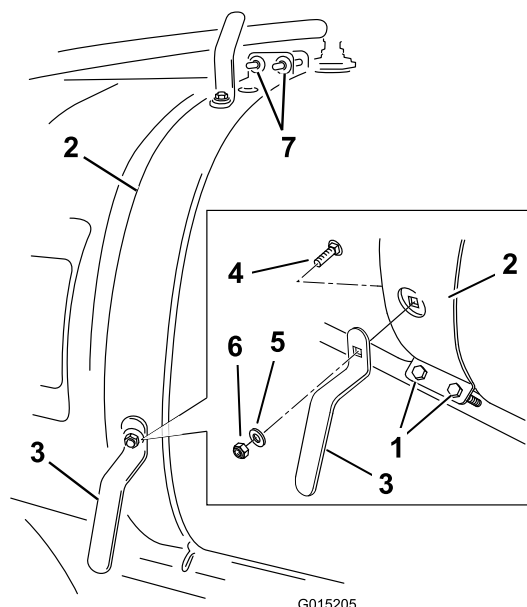

Figura 3
1. Allentate la fascetta frontale del serbatoio sul lato destro (Figura 3).
2. Montate il gancio inferiore del flessibile come illustrato in Figura 3 utilizzando un bullone a testa tonda (5/16 x 3/4 poll.), una rondella (3/8 poll.) e un dado di bloccaggio (5/16 poll.).
3. Montate il gancio superiore del flessibile come illustrato in Figura 3 utilizzando un bullone a testa tonda (5/16 x 3/4 poll.), una rondella (3/8 poll.) e un dado di bloccaggio (5/16 poll.).